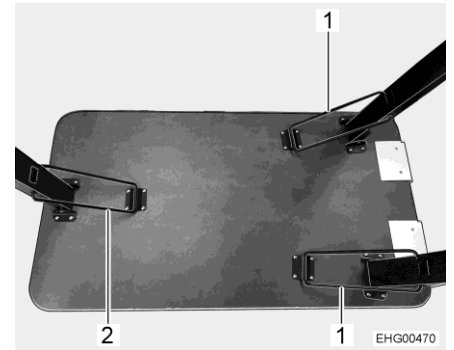

Fig. 13 Mesa (patas de mesa desplegadas)
- Bloquear la pata de mesa con el estribo (Fig. 13,2).
- Bloquear cada una de las 3 patas de mesa con estribo (Fig. 13,1 y Fig. 13,2).